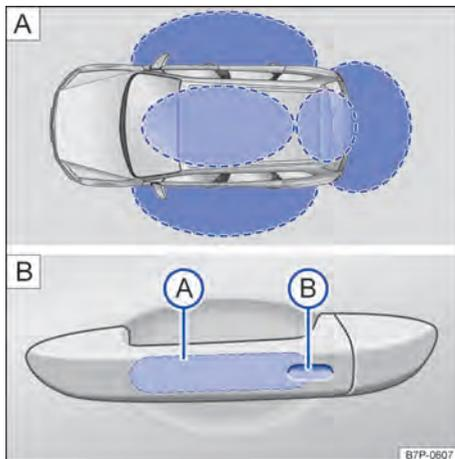

Fig. 71 Sistema de travamento e de partida Keyless Access sem chave: **A** áreas de aproximação. **B** Superfícies do sensor do travamento central.
Keyless Access é um sistema de travamento e de partida sem chave, com o qual o veículo pode ser destravado ou travado sem o uso efetivo da chave do veículo. Para isso, é preciso haver uma chave do veículo válida na área de aproximação do veículo → Fig. 71 **A**. Ao tocar as superfícies do sensor nas maçanetas das portas dianteiras ou ao tocar o botão na tampa do compartimento de bagagem → Página 111, o veículo ou a tampa do compartimento de bagagem destrava ou trava → .
Se uma chave do veículo válida se encontrar na área de aproximação → Fig. 71 **A**, o sistema de travamento e de partida Keyless Access sem chave concede a ela uma permissão de acesso. Em seguida, são possíveis as seguintes funções sem o uso efetivo da chave do veículo:
- *Easy Open*: abrir a tampa do compartimento de bagagem com um movimento do pé embaixo do para-choque traseiro → Fig. 71 B].
- Tocar a superfície do sensor → Fig. 71 B] na parte interna da maçaneta da porta do condutor ou do passageiro dianteiro.
Quando o veículo está travado e uma chave do veículo válida se encontra na área de aproximação → Fig. 71 A] da tampa do compartimento de bagagem, esta destrava automaticamente ao ser aberta através do botão da maçaneta.
Para o **fechamento de conforto** de todos os vidros elétricos e do teto de vidro, manter o dedo por alguns segundos na superfície do sensor → Fig. 71 da maçaneta da porta do condutor ou do passageiro dianteiro, até que os vidros e o teto de vidro estejam fechados.